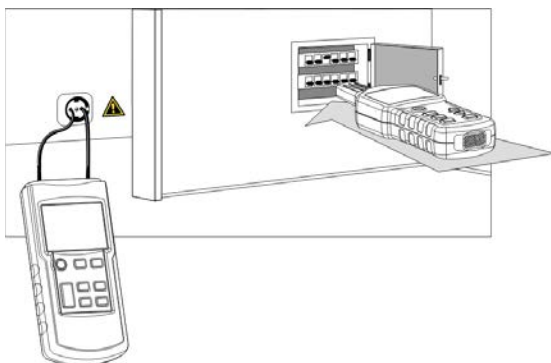

Fig.19
- Branchez l'émetteur comme l'illustre la figure 19.